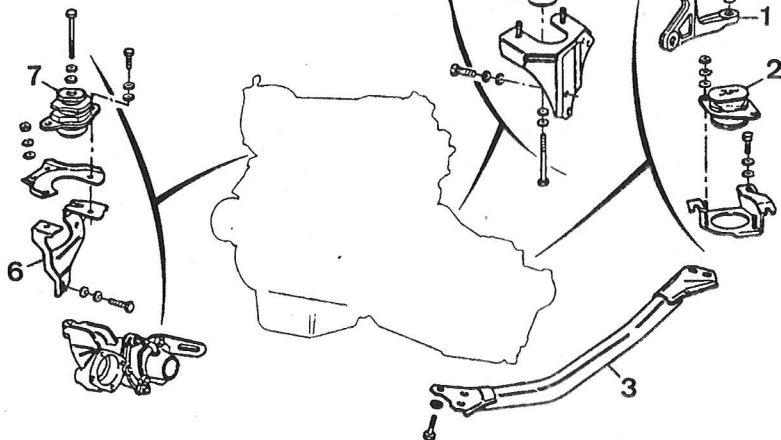

Fig. 13 – Bloco de cilindros
2.2.3.2. Desarmar (Figs. 13 e 14)